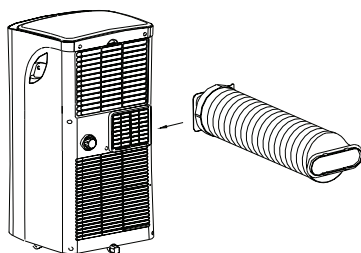

Fig.18
2. Empuje la manguera de escape hacia la abertura de salida de aire a lo largo de la dirección de la flecha (vea la Fig. 18).